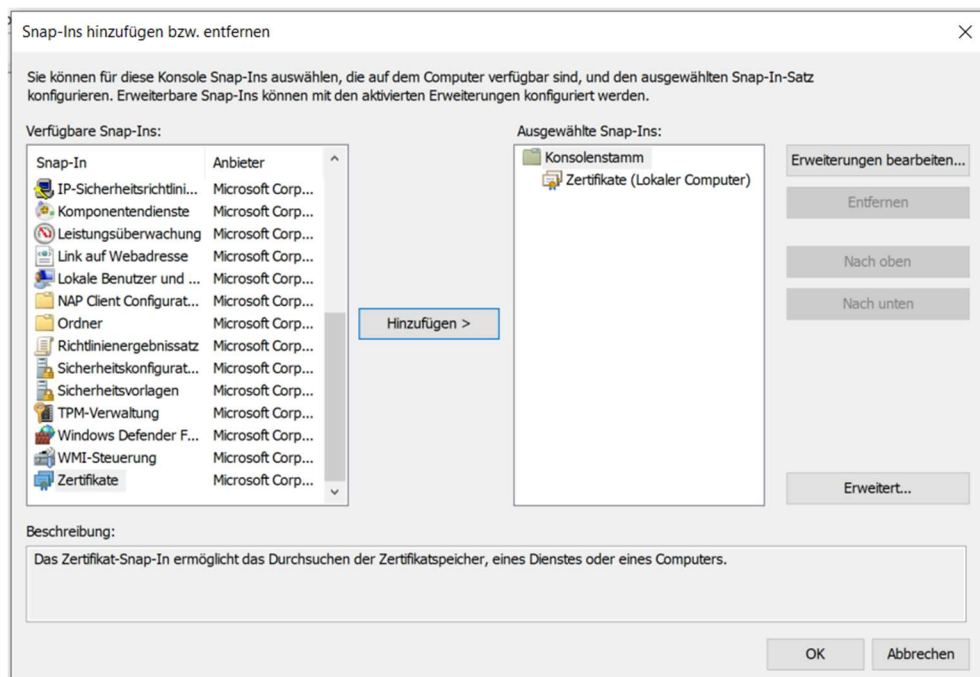

Bild 5.5: Snap-Ins hinzufügen mit Eintrag [3]
- Man sieht jetzt den Eintrag *Zertifikate* unter der Rubrik *Ausgewählte Snap-Ins:*. Dieses Fenster (Bild 5.5) verlässt man durch Klicken auf OK.